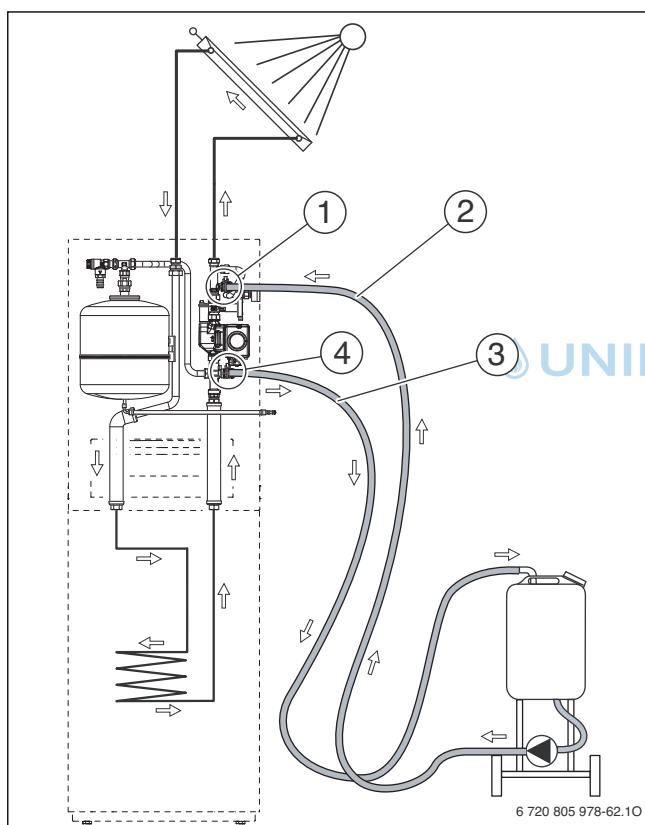

Bild 69 Befüllen der Solaranlage
- Befüllvorrichtung, wie in Bild 69 dargestellt, anschließen.
- Füll- und Entleerhähne (→ Bild 69, [1] und [4]) öffnen.
- Während des Spülens den Füll- und Entleerhahn am Durchflussbegrenzer (→ Bild 69, [4]) mehrmals kurzzeitig drosseln und anschließend schnell komplett öffnen. Dadurch können sich gestaute Luftblasen in der Rohrleitung lösen.